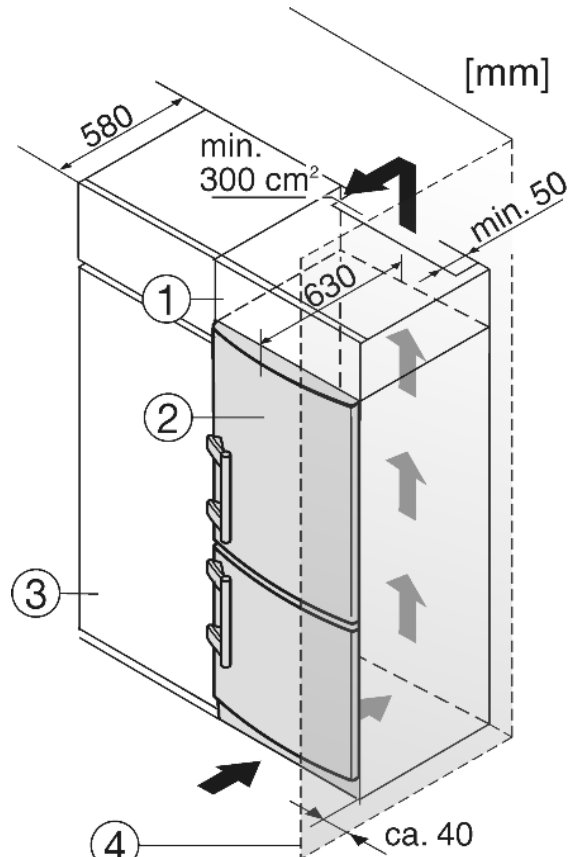

Fig. 12
- (1) Élément haut
- (2) Appareil
- (3) Placard de cuisine
- (4) Mur
L'appareil peut être entouré de meubles de cuisine. Pour adapter l'appareil Fig. 12 (2) à la hauteur des placards de la cuisine intégrée, on peut placer un élément haut Fig. 12 (1) au-dessus de l'appareil.
Lors de la transformation avec des placards de cuisine normalisés (profond. max. 580 mm) l'appareil peut être placé directement à côté du placard Fig. 12 (3). La porte de l'appareil saillit latéralement de 34 mm et au milieu de l'appareil de 50 mm par rapport à la face avant du placard de cuisine. Ainsi, elle se laisse ouvrir et fermer sans problèmes.
Si l'appareil est installé avec les charnières à côté d'un mur Fig. 12 (4), la distance entre l'appareil et le mur doit être de 40 mm min. Ceci correspond à la saillie de la poignée lorsque la porte est ouverte.